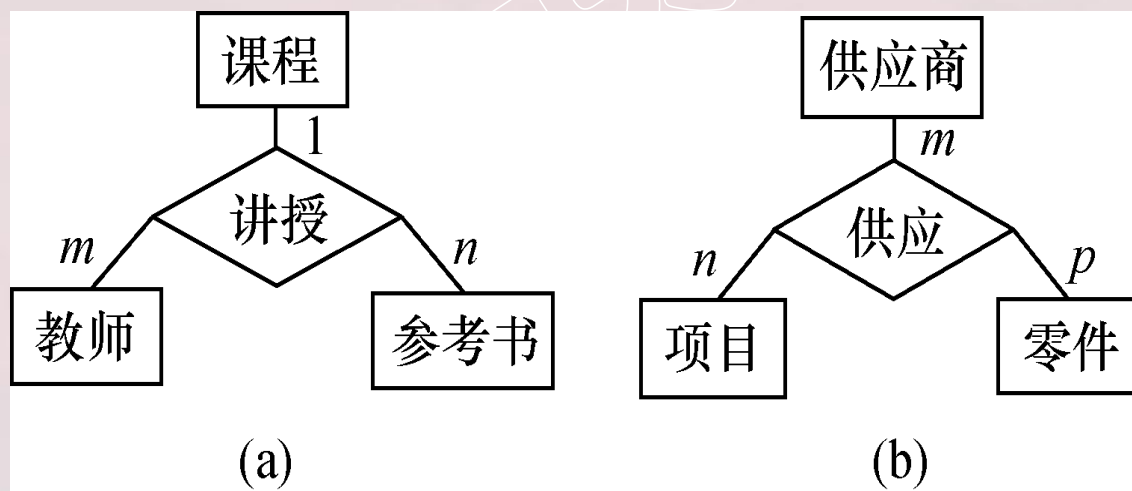

图7.7 三个实体型之间的联系示例
(2) 两个以上的实体型之间的联系
- 对于课程、教师与参考书3个实体型，如果一门课程可以有若干个教师讲授，使用若干本参考书，而每一个教师只讲授一门课程，每一本参考书只供一门课程使用，则课程与教师、参考书之间的联系是一对多的，如图7.7(a)所示。